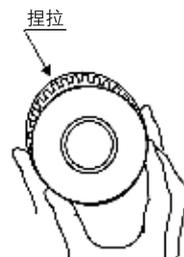

图2 取下活塞密封圈
- ③⑤活塞密封圈:如图2所示取下。
- ④②缸筒静密封圈:用精密螺丝刀等拔出。